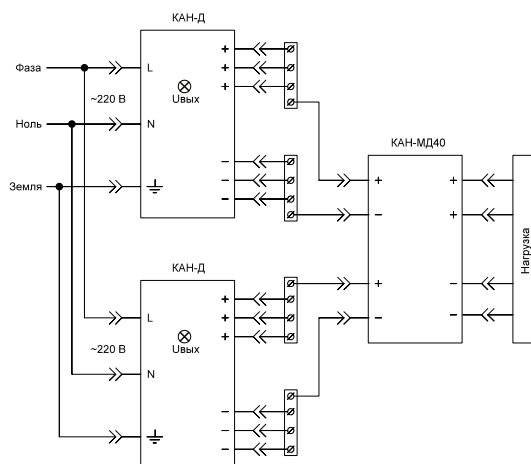

Рис.11. Схема резервирования А
- подключите блоки согласно рис.11;
- обесточьте блоки и соедините их как показано на рис.11;